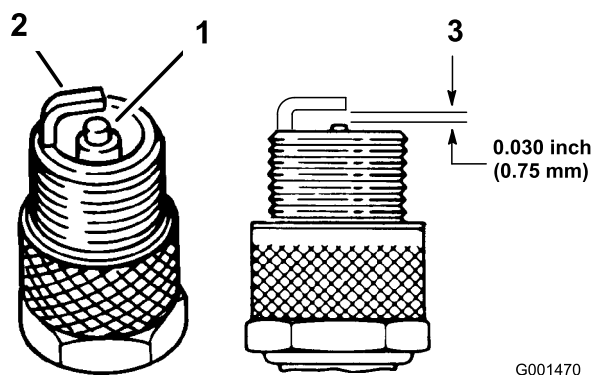

Figura 49
1. Veja a parte central das velas de ignição (Figura 49). Cobertura castanha ou cinzenta no isolante indica que o motor está a funcionar corretamente. Cobertura preta no isolante indica que o filtro de ar está sujo.
2. Verifique a folga entre os elétrodos central e lateral (Figura 49).
3. Se a folga não estiver correta, dobre o elétrodo lateral (Figura 49).
3. Ligue os cabos às velas de ignição (Figura 49).